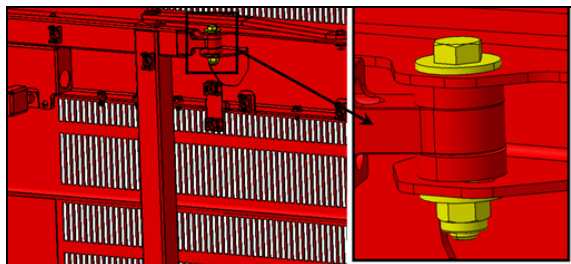

FIGURE 117:
- Vérifier le jeu entre la porte et l'aile arrière au niveau du bras supérieur de la porte. Le jeu devrait être $1/4''$ (6 mm) (Figure 117:).